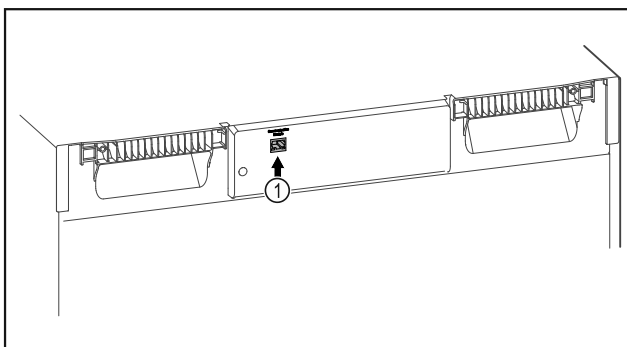

Fig. 95
- SmartModule Fig. 95 (1) naudojamas.